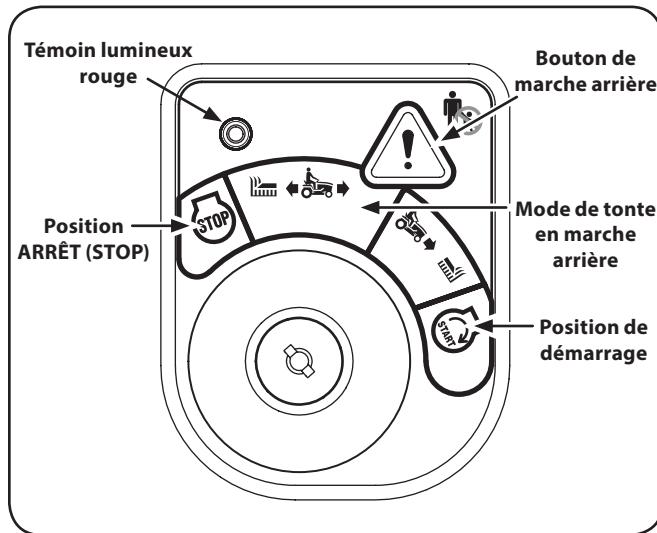

Figure 5-1
2. Tournez la clé de la position de tonte normale (en vert) à la position de tonte en marche arrière (en jaune) sur le module du commutateur d'allumage. Voir Figure 5-1.
3. Appuyez sur le bouton de marche arrière (triangle) situé dans le coin supérieur droit du module de commutateur d'allumage. Le témoin lumineux rouge dans le coin supérieur gauche du module s'allume lorsque le bouton de marche arrière est activé. Voir Figure 5-1.